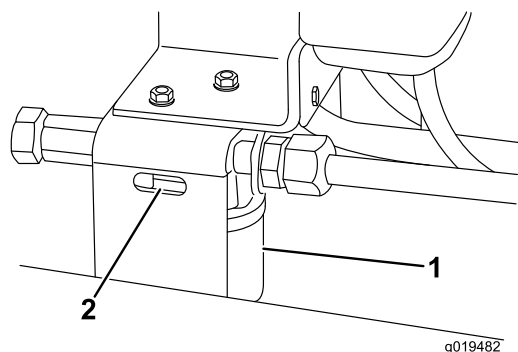

Bild 78
2. Reinigen Sie den Bereich um die Filterkontaktfläche. Stellen Sie eine Auffangwanne unter den Filter und nehmen Sie den Filter ab (Bild 78).